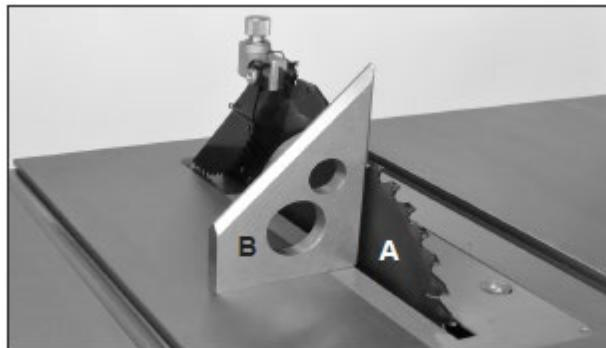

Рис. 17
1. Поднять пильный диск (рис. 17, А) в самое верхнее положение маховиком, расположенным спереди станка.
2. С помощью угольника или комбинированного угольника (рис. 17, В) проверить наличие угла  $90^\circ$  относительно стола (нулевой угол по шкале угла наклона пильного диска).